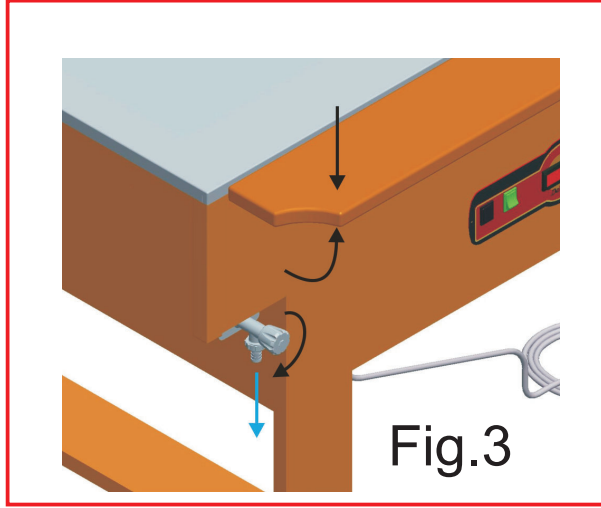

Fig.3
1. Asportare la pellicola di protezione dall'acciaio inox. 2. Pulire la vasca con spugna morbida e detergenti neutri. 3. Togliere eventuali ostruzioni davanti al foro del galleggiante (A) e dello scarico (B). 4. Aprire il rubinetto posto sul fianco della macchina per smaltire l'acqua residua (vedi Fig.3).
1. Togliere la pellicola di protezione dai distanziali. 2. Sistemare i distanziali sui bordi lunghi della vasca. 3. Montare le vaschette sui distanziali (Vedi Fig. 3).
1. La mensola va fissata con le apposite viti al mobile. 2. Afferrare il bordo inferiore dei ripiani e ruotare verso l'alto, fino al raggiungimento della posizione orizzontale. Spingere in basso il bordo vicino alla vasca fino al suo bloccaggio (vedi Fig.3).